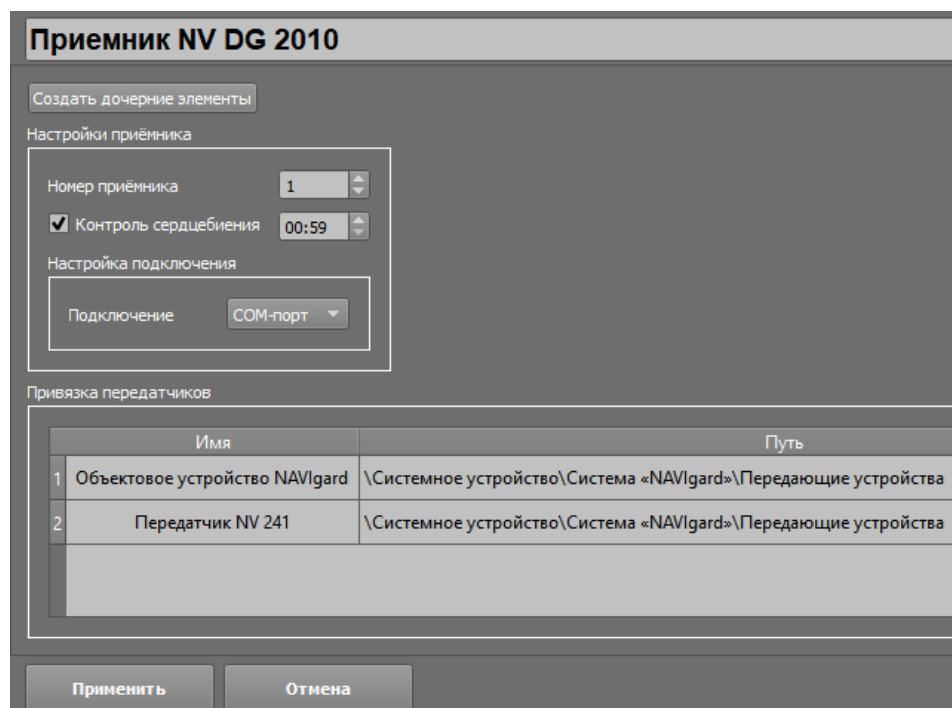

Рис. 23 Параметры приемника NV DG 2010
В настройки NV GPRS Server входят условный номер приёмника в системе, пароль на доступ к GPRS серверу, который должен совпадать с паролем в настройках самого сервера, контроль связи с сервером по времени и выбор TCP порта подключения. Все параметры выбираются исходя из настроек самого NV GPRS Server (рис.23).
*Динамический IP-адрес* используется, когда модуль интеграции работает с оконечными устройствами, осуществляющими трансляцию по GPRS, и постоянно меняют свой IP адрес. Применительно к работе с NV GPRS Server динамический адрес не используется, а используется конкретный IP адрес, указанный в настройках NV GPRS Server (рис.23) . Если сервер установлен на одной машине с Эгида-3, то IP адрес и сетевой интерфейс будут совпадать, как на примере ниже.
*Порт* – один из свободных системных портов (сокетов) для работы программных модулей. Выбирается из диапазона 0-65535. Не рекомендуется для работы использовать порты, которые могут быть заняты различными системными приложениями (браузерами, системными мониторами), например, 80, 88, 8080 и т.д. Порт в TCP интерфейсе и в настройках NV GPRS Server должны совпадать (рис.23).